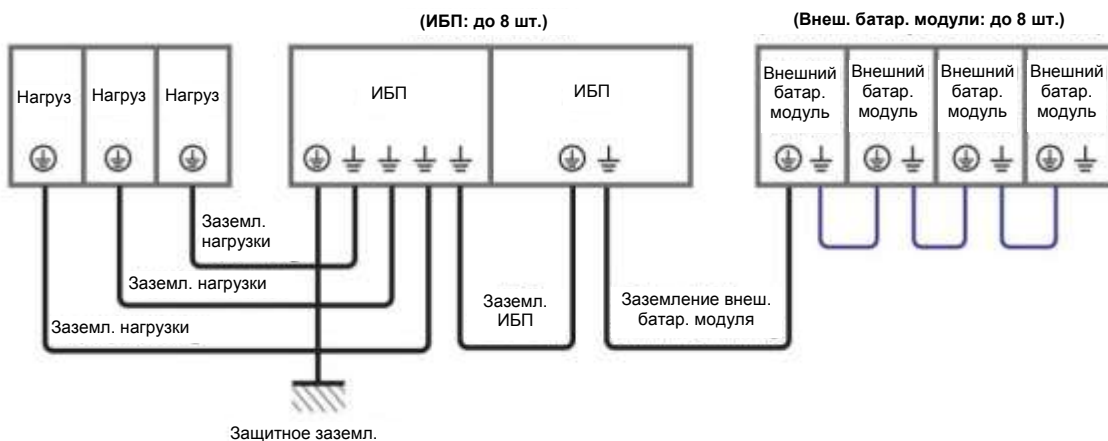

Рисунок 5-15: Схема заземления, параллельные устройства
- 4 См. **Рисунок 5-15** для заземления параллельных ИБП, внешнего батарейного модуля (модулей) и важных нагрузок.
- 5 См. **Рисунок 5-15** для заземления параллельных ИБП, внешнего батарейного модуля (модулей) и важных нагрузок.
- Рисунок 5-15: Схема заземления, параллельные устройства**
- Защитное устройство внешнего батарейного модуля должно быть спроектировано квалифицированным обслуживающим персоналом. Для установки защитного устройства имеются два варианта: (1) 4-х полюсный автоматический выключатель или прерыватель постоянного тока с последовательно подсоединенным предохранителем и (2) 3-х полюсный автоматический выключатель или прерыватель постоянного тока с последовательно подсоединенным предохранителем. Соответствующие значения см. в **Таблице 5-4**. При выборе защитного устройства внешнего батарейного модуля необходимо принять во внимание следующие факторы: (1) свертток между ИБП и контуром батарей, (2) короткое замыкание, (3) параметры проводов/ кабелей и (4) местные нормы по